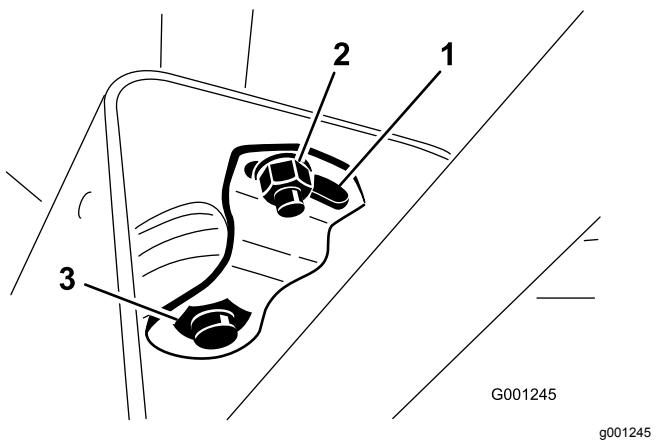

Figura 30
2. Faça deslizar a cobertura para cima, ao longo da coluna de direção, de modo a expor o apoio da articulação (Figura 30).
3. Desaperte a porca pequena e rode o apoio da articulação até apertar a porca grande, em baixo (Figura 30).